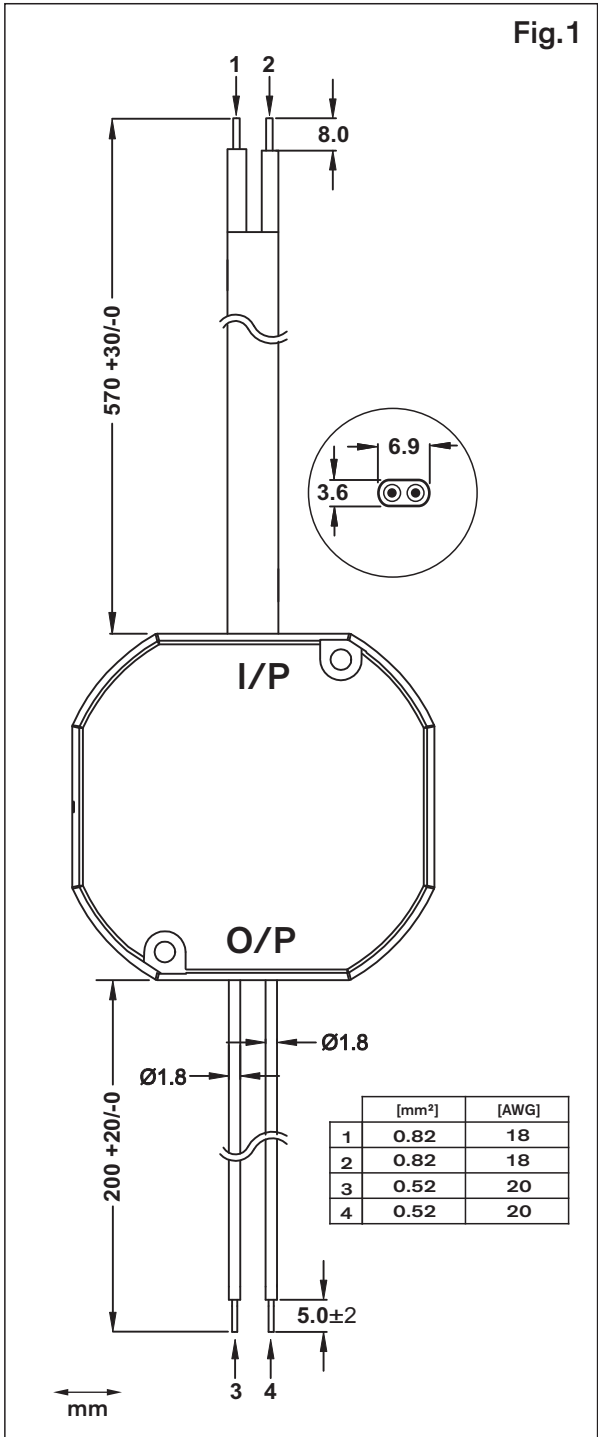

Fig.1
- Все входные и выходные провода должны быть надлежащим образом рассчитаны на работу с блоком питания и должны быть подключены с соблюдением правильной полярности. Fig.1
Описание компонентов Fig.1